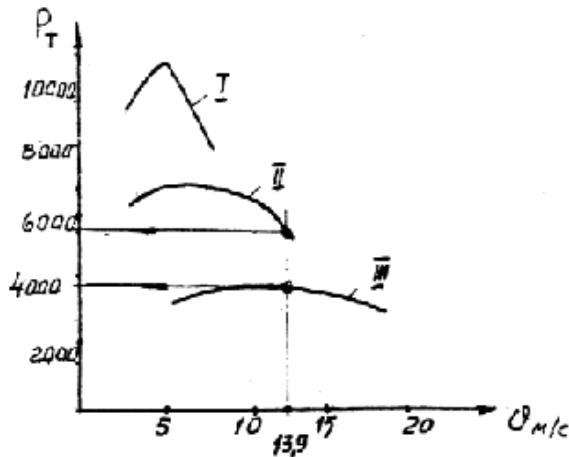

Рисунок 3.4. Тяговая характеристика автомобиля
3.9. Определите, на какой передаче автомобиль может двигаться с разгоном, а также значение ускорения, если он движется со скоростью 50 км/ч по асфальтобетонной дороге ($f = 0,012$), имеющей подъем $1,5^\circ$. Напишите уравнение тягового баланса для данных условий движения при этом воспользуйтесь тяговой характеристикой (рисунок 3.4.), если известно: габаритная высота автомобиля $H = 2,2 \text{ м}$; ширина колеи передних колес $B = 1,6 \text{ м}$; коэффициент сопротивления воздуха $k_w = 0,687 \text{ Н}\cdot\text{с}^2/\text{м}^4$; полный вес автомобиля $G_a = 72520 \text{ Н}$.
Дано: $i_{k1} = 6,48$; $i_{k2} = 3,09$; $i_{k3} = 1,0$; $f = 0,012$; $\alpha = 30^\circ$; $V = 50 \text{ км/ч}$; $B = 1,6 \text{ м}$; $k = 0,687 \text{ Н}\cdot\text{с}^2/\text{м}^4$; $G_a = 72520 \text{ Н}$; $H = 2,2 \text{ м}$. (см. рисунок 3.4.)